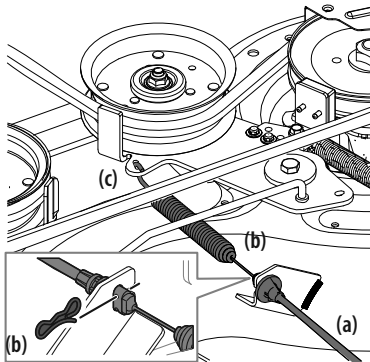

Figure 34
- Retirez le câble de la prise de force (a) à l'arrière du plateau de coupe en enlevant la goupille fendue (b) qui le fixe. Enlevez le ressort (c) du support de la poulie de tension. Voir Figure 34.
- Placez un morceau de bois entre le boîtier du plateau de coupe et la lame de coupe pour empêcher tout mouvement. Voir Figure 34.